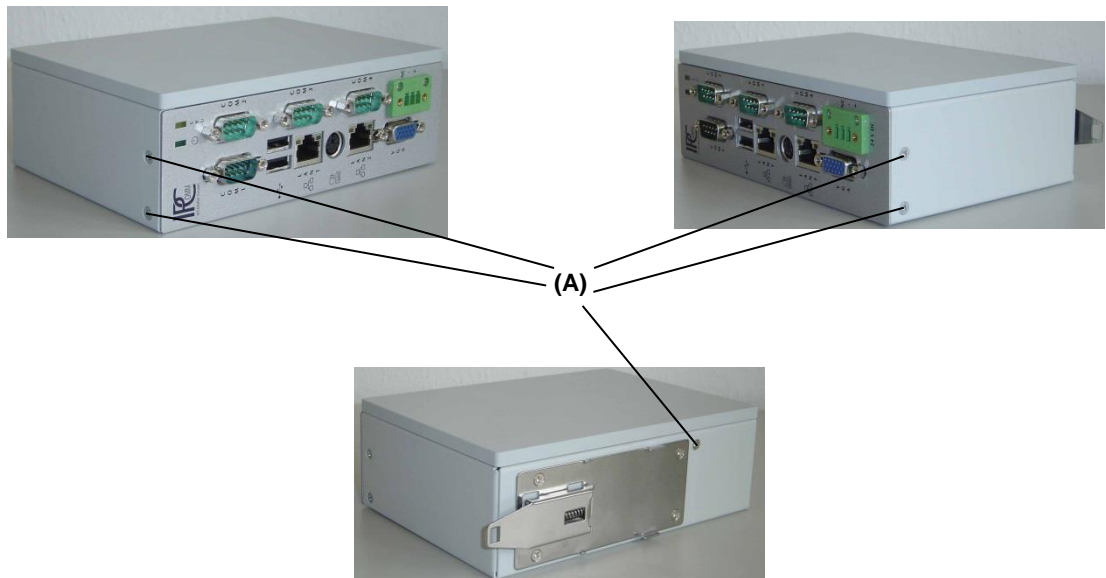
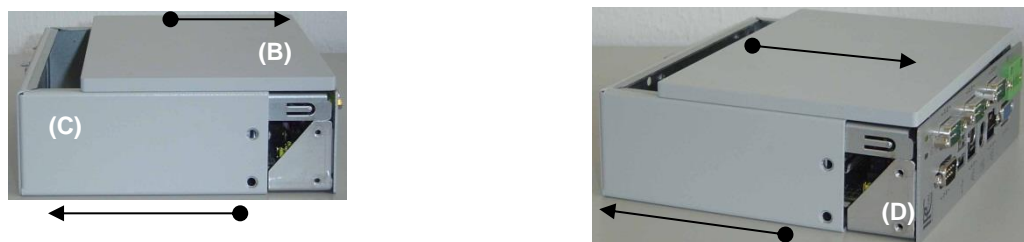
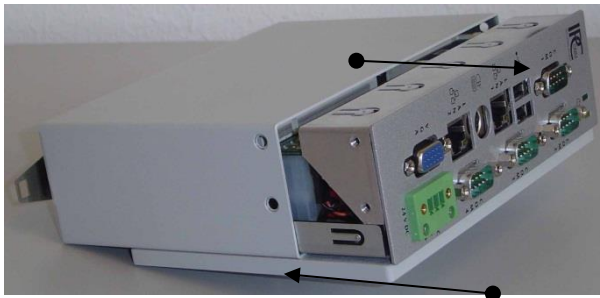

Abbildung 6: Lösen der Schrauben (A)
Abbildung 7: Demontage des Gehäusedeckels
Abbildung 9: Zusammenbau
5. Nach „Abbildung 6: Lösen der Schrauben (A)“ bzw. „Abbildung 7: Demontage des Gehäusedeckels“ kann nun die CompactFlash ausgetauscht werden. Die CompactFlash ist seitenrichtig in den CompactFlash-Halter einzusetzen (unterschiedliche seitliche Nutbreite beachten), bis diese über den Druckpunkt hinaus einrastet.
6. Die Einschubeinheit (Leiterplatteeinheit) mit dem Kühlkörper wird lagerichtig, zusammen mit der Frontplatte, in das Gehäuse eingeschoben. Die vorher gelösten Schrauben sind wieder einzusetzen und anzuziehen. (Abbildung 6: Lösen der Schrauben (A) und Abbildung 9: Zusammenbau)